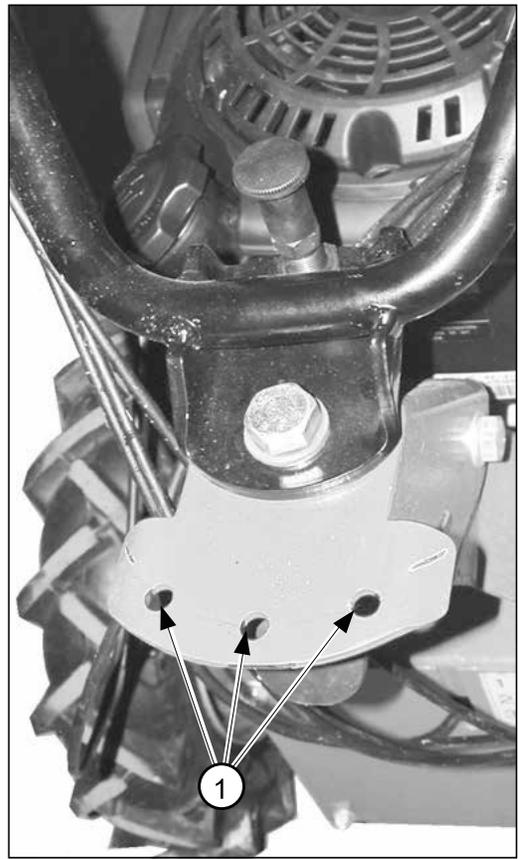

Abb. 5
- 5) Arretierungslöcher (Pos.1 Abb. 5) des Stiftes / Kopfes (Pos.1 Abb.4) seitliche Verriegelung des Holmes.